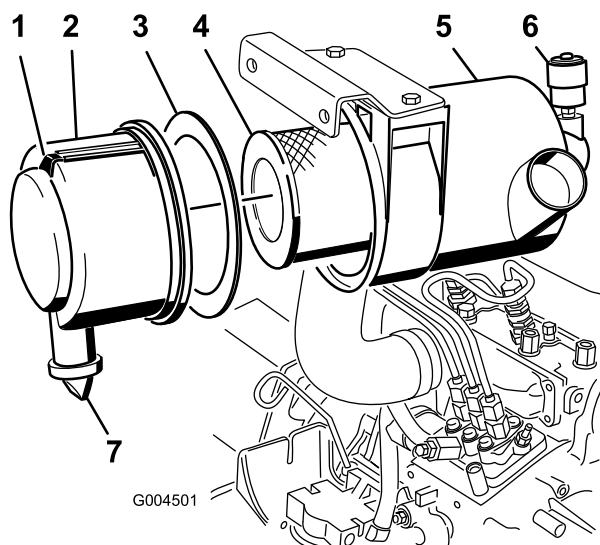

Figure 43
- Faites l'entretien du filtre à air quand l'indicateur de colmatage (Figure 43) est rouge ou toutes les 400 heures (plus fréquemment si vous travaillez dans une atmosphère extrêmement poussiéreuse ou sale). N'effectuez pas l'entretien du filtre à air trop souvent.
1. Tirez le verrou vers l'extérieur et tournez le couvercle du filtre à air dans le sens antihoraire (Figure 43).
2. Déposez le couvercle du corps du filtre à air (Figure 43).
4. Déposez et remplacez le préfiltre (Figure 43).
6. Vérifiez que le joint en mousse est en place dans le couvercle et qu'il n'est pas déchiré ou endommagé (Figure 43). Remplacez-le s'il est endommagé.
- A. Retirez la valve de sortie en caoutchouc du couvercle (Figure 43).
10. Réarmez l'indicateur de colmatage (Figure 43) s'il est rouge.